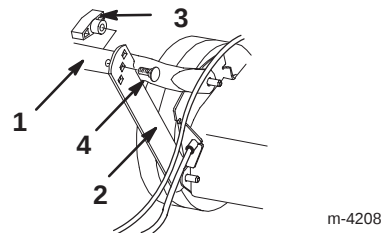

Abbildung 3
3. Den unteren Griffstangenteil nach hinten und die Haltebügel nach oben schwenken und die Bügel auf die Löcher in der Griffstange ausrichten (Abb. 3).
- Die Griffstange mit den beiden flachen Schrauben und zwei Knöpfen an den Haltebügeln befestigen. Dabei die Höheneinstellöffnungen an den Bügeln verwenden, die am besten zur Größe der Bedienungsperson passen (Abb. 3).